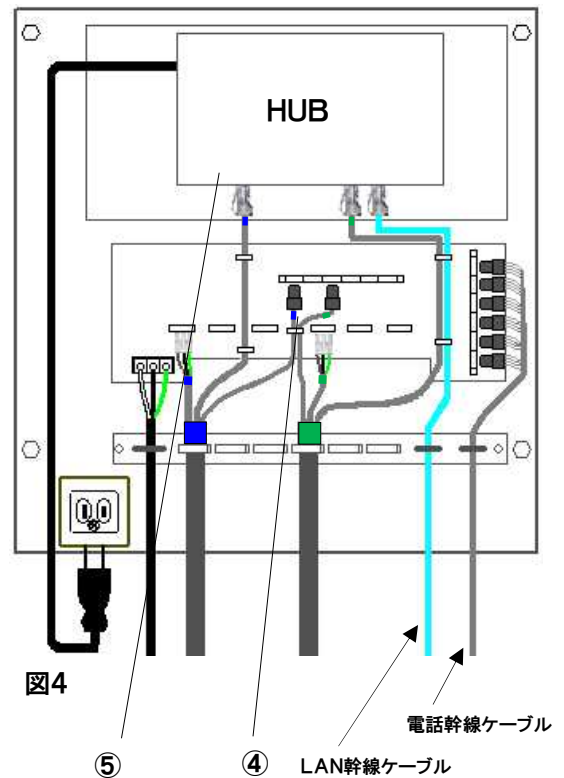

図4
- ④電話用ケーブルをケーブルサドルに收容しコネクタに接続します。(図4参照)
- ⑤HUBを取付けLAN用ケーブルをケーブルサドルに收容し接続します。(図4参照)